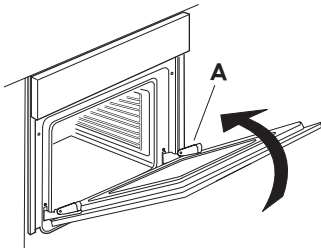

fig. 2
3. Cierre la puerta el máximo que pueda (A), levántela (B) y gírela (C) hasta liberarla (D) (Fig. 2, 3, 4).